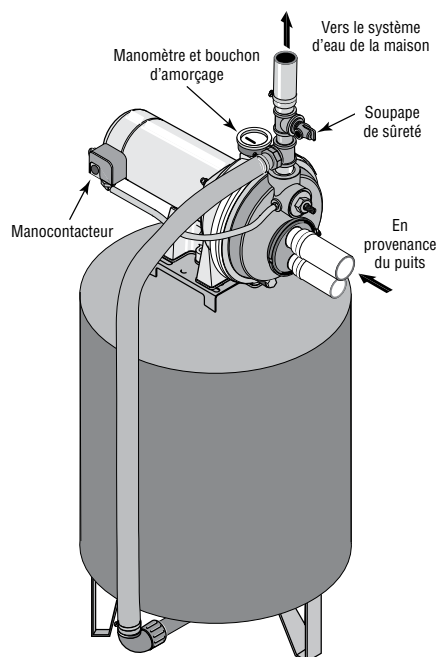

Figure 12 : Branchements sur un réservoir préchargé
Branchement sur un réservoir préchargé (Figure 12)
1. Poser un raccord court et un té dans l'orifice de refoulement de la pompe (voir la Figure 12). Le diamètre du tuyau doit être au moins aussi grand que le diamètre de l'orifice de refoulement. Poser un tuyau rigide ou un tuyau souple renforcé entre une des branches du té et l'orifice du réservoir préchargé.